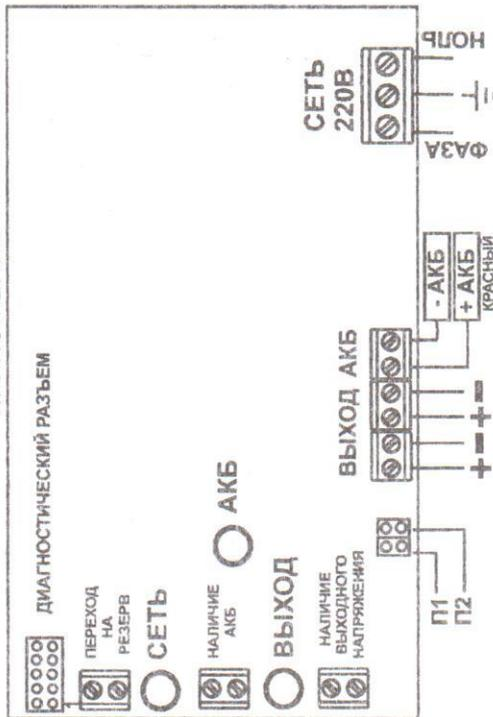

Рисунок 1. Вид источника с открытой крышкой (схема подключения)
- выдачу информационных сообщений "Переход на резерв", "Наличие АКБ", "Наличие выходного напряжения" посредством переключения контактов реле. Выдача информационного сообщения "Переход на резерв" осуществляется с задержкой, определяемой положением переключателя П1 и П2 (см. рисунок 1 Приложения). Соответствие задержки положения переключек показано в таблице 8 Приложения;
Подключение источника производится при отключенном сетевом напряжении и открытой крышке (см. рисунок 1 Приложения) в следующей последовательности: